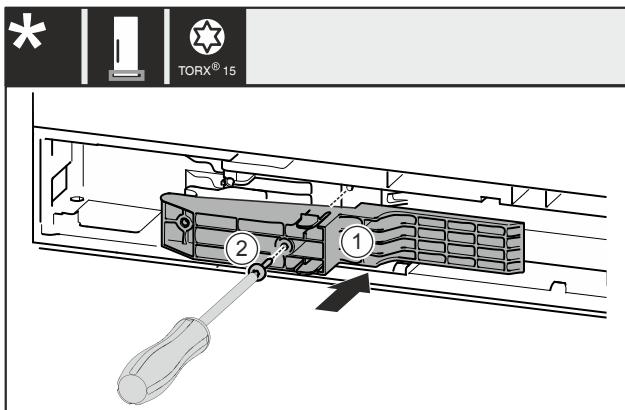

Fig. 45 *
- Adapterstück Fig. 45 (1) auf der Griffseite in die Aussparung einsetzen.*
- Schraube Fig. 45 (2) mit Schraubendreher fest-schrauben.*